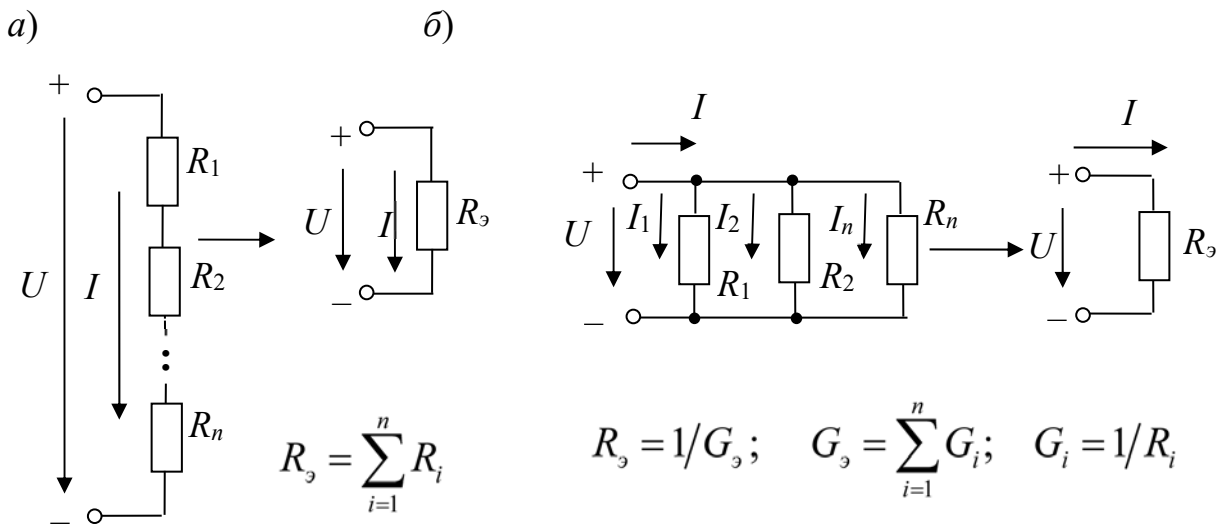

Рисунок 1 – Последовательное и параллельное соединение резисторов
- замена нескольких последовательно или параллельно соединенных резисторов одним (рисунок 1);